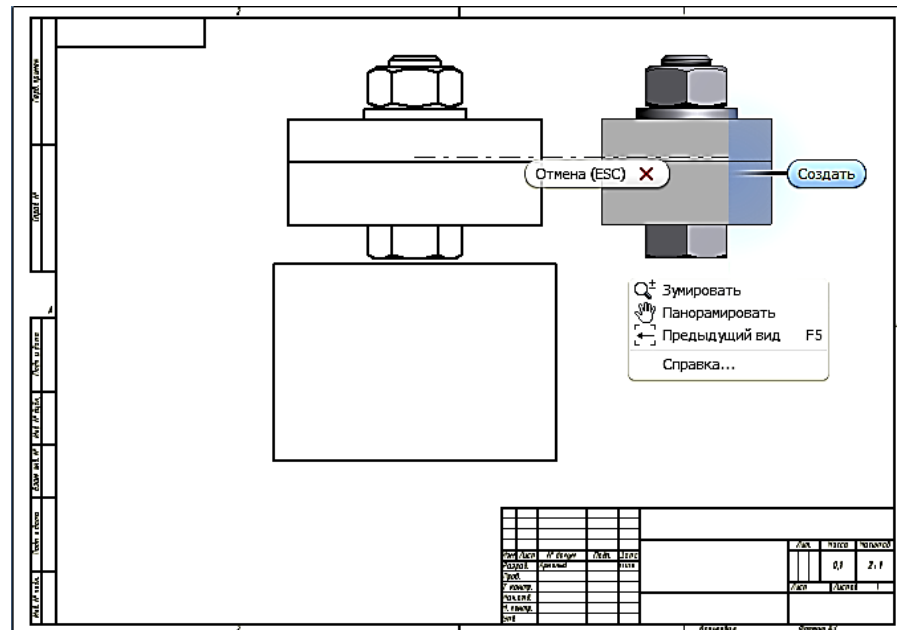

Рис. 3.96. Выбор необходимых видов
6. Зафиксируйте положение главного вида нажатием ЛКМ на рабочем поле (рис. 3.96). Компьютер предлагает создать другие проекции. Зафиксируем положений вида сверху, слева. На указанных местах появятся прямоугольники. Нажмите на ПКМ и в появившемся «Отслеживающем меню» нажмите кнопку «Создать».